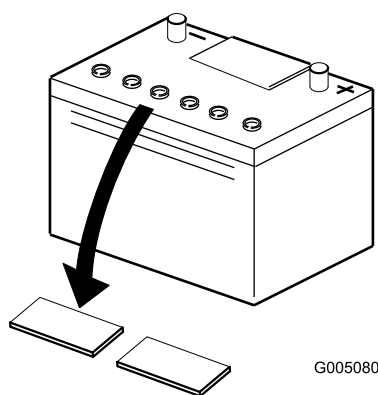

図 4
2. バッテリーの上部をきれいに拭い、キャップを取り外す 図 4。